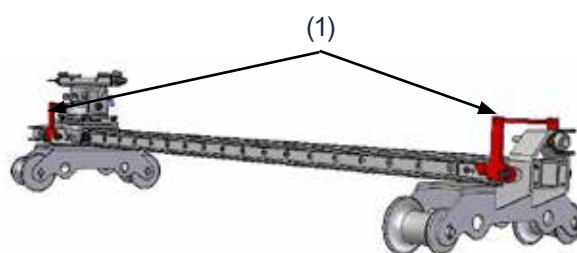

Fig 71.
4. Lås handtagen (1) Fig 71 för att låsa rälsvagnen i det nya läget.